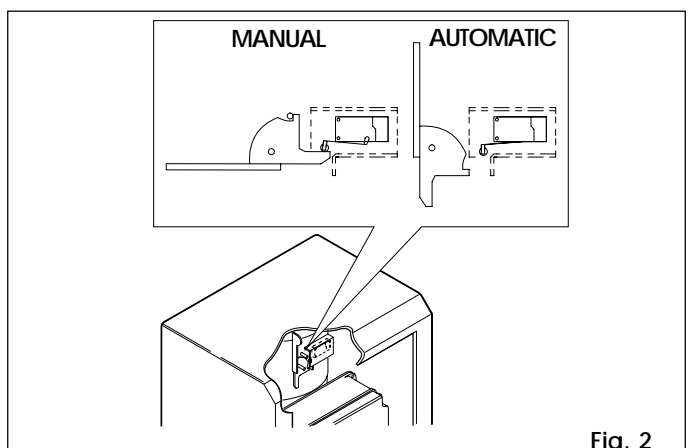

Fig. 2
- Operate the release lever shown in fig. 2 (pos. MANUAL).
- Move back the lever shown in fig. 2 up to the mechanical stop (pos. AUTOMATIC).
| Encombrement motoréducteur LxHxP(mm) | voir fig. 2                                 |